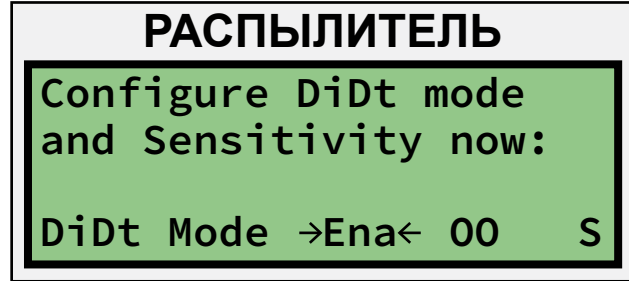

Рисунок 66: Экран 10 меню инициации (справа)
- Нажмите кнопку SET, чтобы вернуться в меню, изображенное на рис. 66.